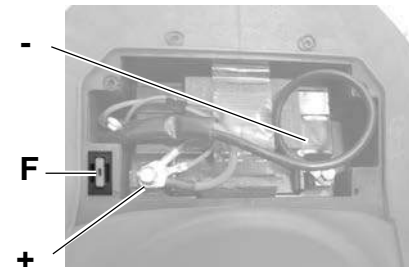

Fig. 46
- Detach **30A** fuse beside the battery (F - Fig. 46).
**Negative pole (-) BLACK wires** (Fig. 46).